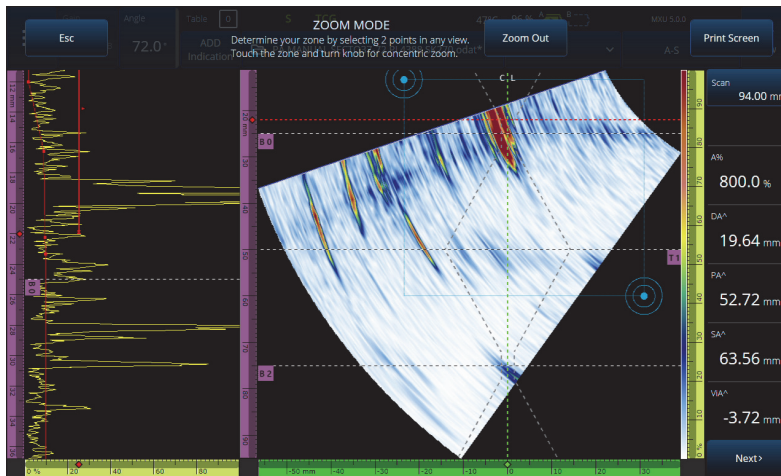

Figura 2-11 Esempio di Zoom
1. Premere il tasto Zoom (🔍) per attivare o disattivare la modalità zoom (Figura 2-11 a pagina 44).
- ◆ Premere il tasto Zoom (🔍) per attivare la modalità zoom (Figura 2-11 a pagina 44) e, in seguito, toccare **Print Screen** (cattura dello schermo) sulla schermata.